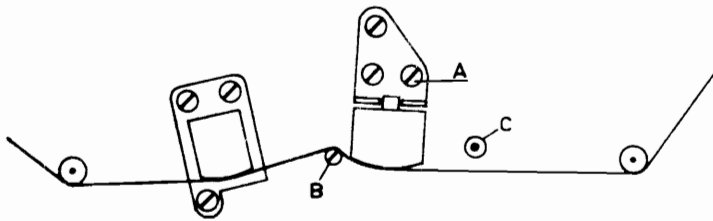

fig. 2
Leg een proefband in volgens fig. 2. De instelling van de opname/weergavekop met behoud van de gegeven verticale instelling nu zo corrigeren dat de band ca 0,1 mm boven de bovenste luchtspleet uitkomt (fig. 3a).
- Fijninstelling: leg een testband in waarop een signaal met frequentie 8000 Hz op de sporen 1 en 3 opgenomen is (bij bandsnelheid 9,5 cm/sec). Sluit de buisvoltmeter aan op de luidsprekeraansluitbus. Schakel de recorder in op weergavestand, spoor 1, bandsnelheid 9,5 cm/sec. Stel schroef A (Fig. 2) voorzichtig in op maximum uitgangsspanning. Verricht dezelfde instelling op spoor 3. Herhaal en corrigeer de instelling op beide sporen tot het verschil tussen de uitgangsspanningen zo klein mogelijk is.